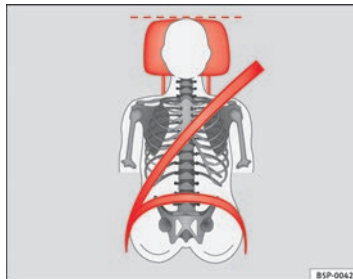
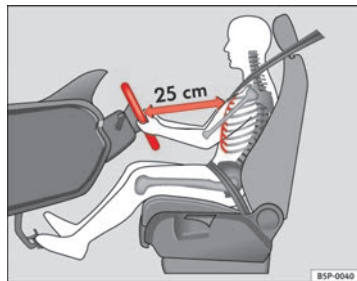

Fig. 29 Sangle bien ajustée et appui-tête correctement réglé.
Fig. 28 Distance correcte entre le conducteur et le volant.
- Réglez le siège de sorte que le volant soit à une distance d'au moins 25 cm de votre cage thoracique → fig. 28 et de sorte à pouvoir saisir des deux mains et avec les bras légèrement fléchis le volant latéralement par la partie extérieure.
- Réglez le siège du conducteur dans la longueur de manière à pouvoir actionner à fond les pédales avec les jambes légèrement fléchies, tout en maintenant les genoux à au moins 10 cm de la planche de bord ⇒ **fig. 28**.
- Réglez l'appui-tête de manière à ce que son bord supérieur soit, dans la mesure du possible, à la même hauteur que la partie supérieure de votre tête, et au moins à la hauteur de vos yeux. Gardez la nuque le plus près possible de l'appui-tête ⇒ **fig. 28** et ⇒ **fig. 29**.
Réglez la distance correcte entre le conducteur et le volant ⇒ fig. 28 à l'aide des commandes situées sur le siège du conducteur ⇒ page 51.